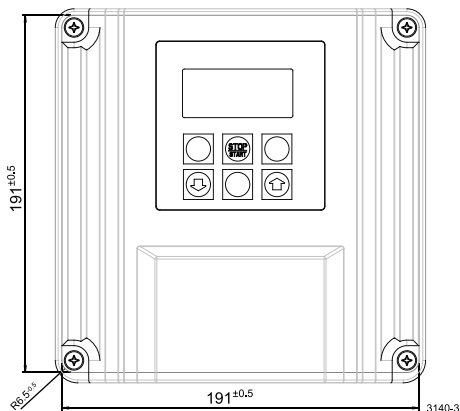

Рис. 4: Чертеж 3140-3 Шаблон для пробивания отверстий / изображен не в масштабе
- Использовать размеры согласно Рис. 4 и нанести их на распределительный щит
1. ➔ С учетом размеров Рис. 4 начертить на распределительном щите точное положение устройства